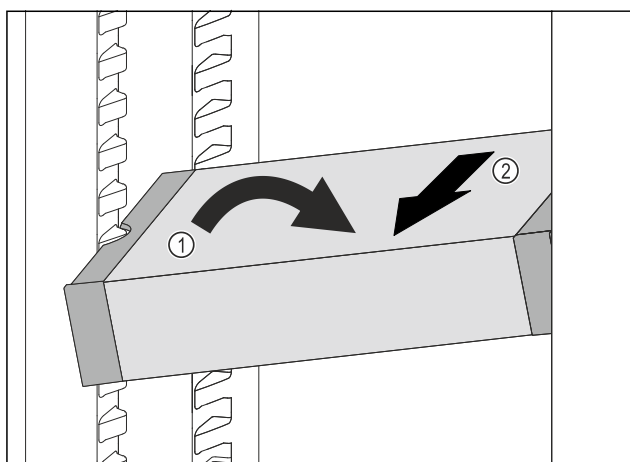

Fig. 109
- Ukosite ladicu VarioSafe u hladnjaku. Fig. 109 (1)
- Izvadite ladicu VarioSafe prema naprijed. Fig. 109 (2)